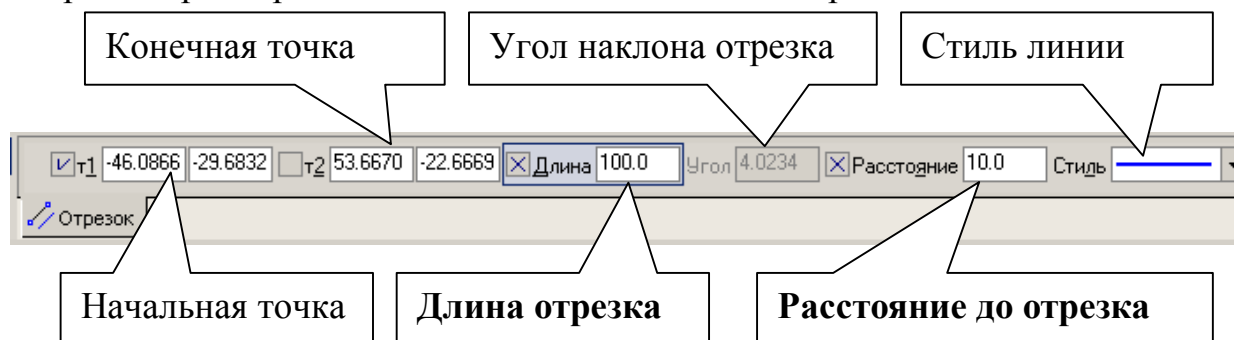
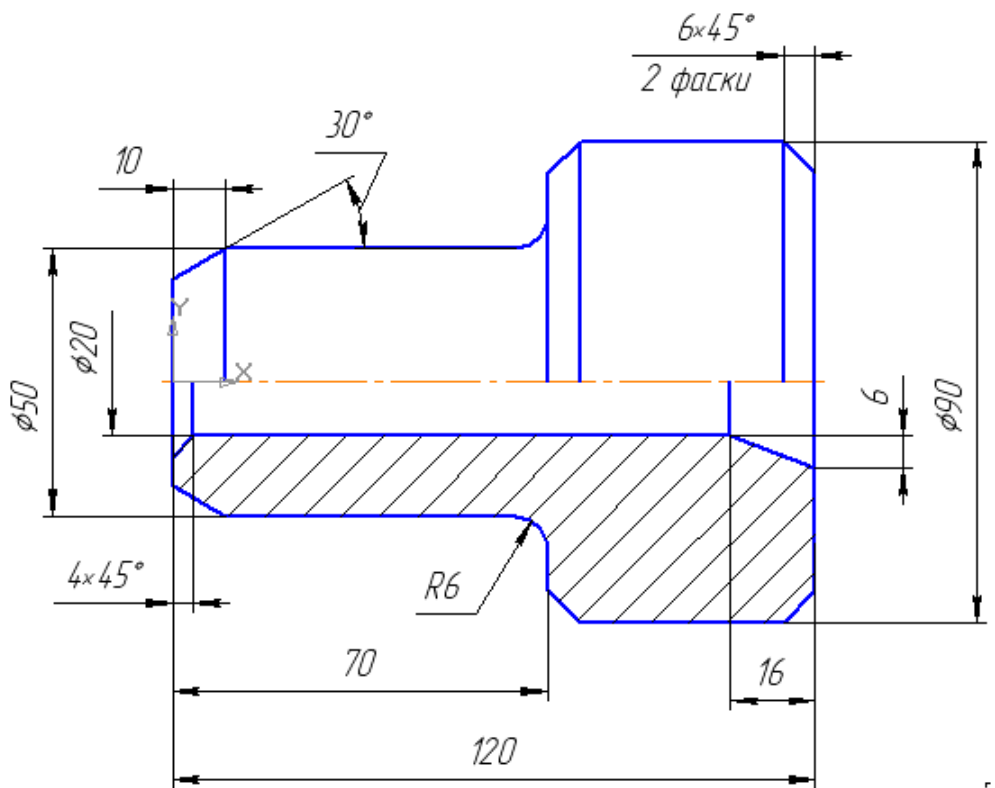

Рис. 73
Рис. 85
Строка параметров для этой команды показана на рис. 73.
5. Выполните чертеж детали, изображенный на рис. 85. На данном чертеже первый цилиндрический элемент на 20 мм длиннее, чем на чертеже, показанном на рис. 73. И вся длина детали увеличена тоже на 20 мм. В этом случае целесообразно изменить размеры детали командой **Деформация сдвигом**  на панели **Редактирование** .